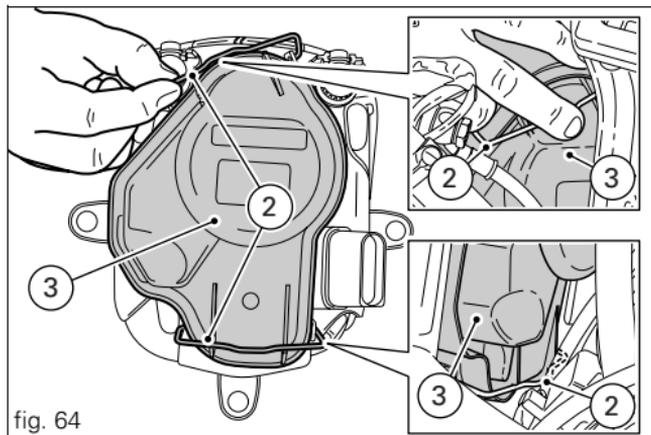

fig. 64
Para aceder às lâmpadas do farol, é necessário desengatar as molas (2), superior e inferior, nos lados da cúpula fixa na zona por baixo do painel (fig. 64) e abrir a tampa (3).